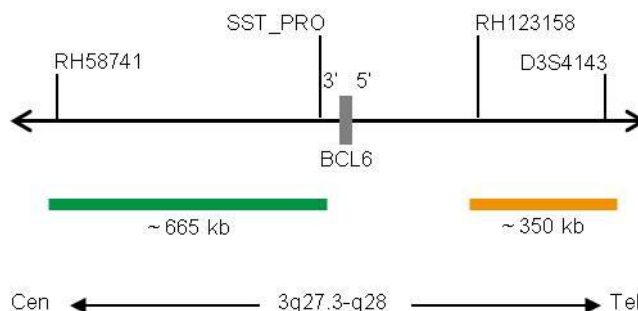

Abb. 1: SPEC BCL6 Sondenlokalisierung (nicht maßstabsgetreu)
- ZyGreen (Anregung 503 nm/Emission 528 nm) markierten Polynukleotiden (~10 ng/μl), die gegen Sequenzen in 3q27.3\* (chr3:186,737,897-187,403,834) gerichtet sind, welche proximal zur BCL6-Bruchpunktregion lokalisiert sind (siehe Abb. 1).
- ZyOrange (Anregung 547 nm/Emission 572 nm) markierten Polynukleotiden (~4,5 ng/μl), die gegen Sequenzen in 3q27.3-q28\* (chr3:187,744,962-188,097,195) gerichtet sind, welche distal zur BCL6-Bruchpunktregion lokalisiert sind (siehe Abb. 1).